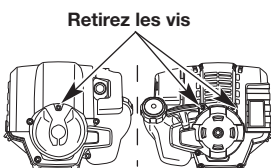

Fig. 43
1. Retirez les deux (2) vis à l'arrière du couvercle du moteur et celle à l'avant du couvercle avec un tournevis plat ou un tournevis Torx T-25 (Fig. 43).
1. Arrêtez le moteur et laissez-le refroidir. Retirez les deux (2) vis à l'arrière du couvercle du moteur et celle à l'avant du couvercle avec un tournevis plat ou un tournevis Torx T-25 (Fig. 43).